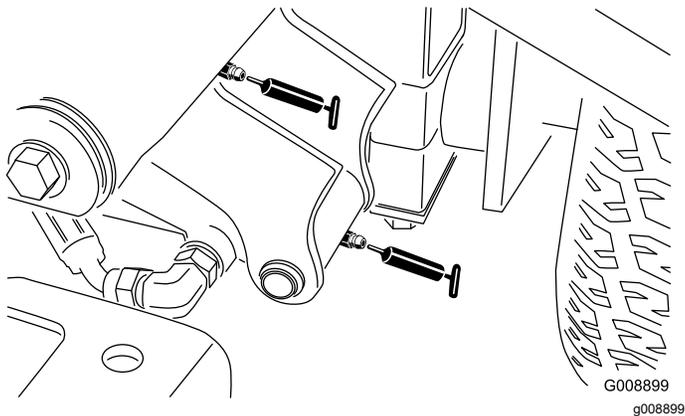

Bild 50
- Linke vordere Hubarm-Drehbüchsen und Hubzylinder (2) (Bild 50)